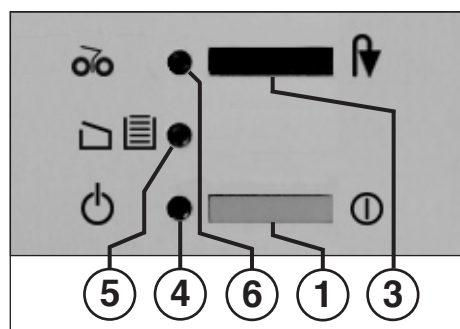

fig. 1
## 1 = Trykkontakt (fig. 1)
## 3 = Trykkontakt (fig. 1)
## 4 = Kontrolindikator (fig. 1)
## 5 = Kontrolindikator (fig. 1)
## 6 = Kontrolindikator (fig. 1)
- Maskinen tændes på trykkontakt (1) (fig. 1). Kontrolindikator (4) (fig. 1) tænder.
Når opsamlingspøsen er fyldt, slukkes maskinen. Kontrol-displayet "Beholder fuld" / "Dør åben" (5) (fig. 1) **blinker**. Samtidig med tegnet for standset skæreværk lyser også kontrol-displayet "Papirstop" / "Stop" (6) op.
- Skub skyderammen med opsamlingspøsen ind og luk døren. Kontrolindikator (5) (fig. 1) slukker.
- Trykkontakten "Baglænskørsel" / "Stop" (3) aktiveres kort. Skæreværket findeler den rest, der er tilbage i tilførselsskakt og slukkes derefter. Kontrol-displayet (6) slukkes. Den videre findeling kan nu fortsættes.
- Kontrolindikator (6) (fig. 1) tænder.
- **Hold** trykkontakten "Baglænskørsel" / "Stop" (3) nede og tag samtidig de tilbageførte papirer ud af maskinen.
- Efter tømningen kører skæreværket automatisk fremad, findeler den rest, der er tilbage i tilførselsskakt og slukkes derefter. Kontrol-displayet (6) (fig. 1) slukkes.
**Henvísning:** Hvis det ikke er muligt at tage papiret ud, skal trykkontakten "Baglænskørsel" / "Stop" (3) aktiveres kort igen. Nu gentager skæreværket automatisk den tidligere beskrevne handling så mange gange, indtil den rest af papir, der var tilbage i skæreværket, er kørt igennem.
Hvis motoren overbelastes, slukker den automatisk. Sluk for maskinen på trykkontakt (1) (fig. 1).